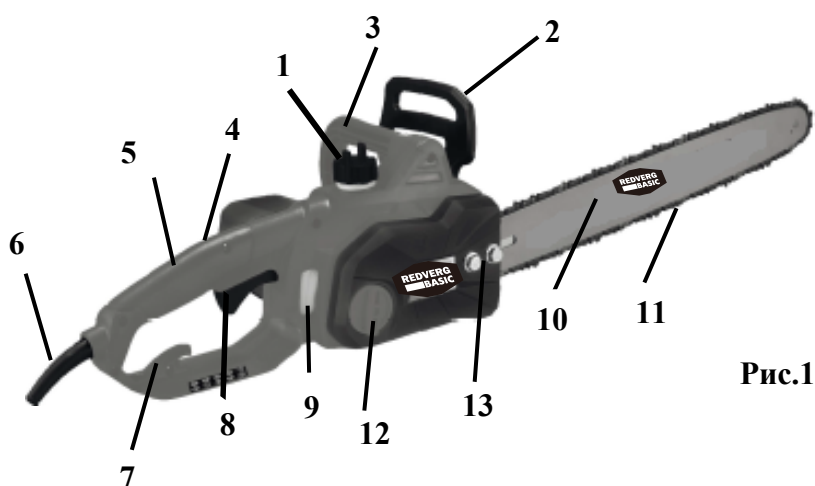

Рис.1.
- **Защитный щиток (2)** Рис.1 защищает руку оператора при проведении распиловочных работ.
- **Кнопка блокировки пуска (4)** (Рис.1) предотвращает случайное включение двигателя. Она расположена на боковой поверхности задней рукоятки.
- **Клавиша пуска (8)** (Рис.1) не может быть нажата, если не нажата кнопка блокировки пуска (4) Рис.1).
- **Задняя ручка (5)** (См. Рис.1). Задняя ручка имеет снизу расширенный защитный экран, который защищает руки от травм в случае разрыва цепи, а также от царапин ветками и сучьями во время работы.
- **Пильная цепь, снижающая риск отскока (11)** (См. Рис.1). Пила снабжена высококачественной цепью, снижающей риск отскока и его интенсивность, благодаря специально разработанным контурным звеньям.
- Отверните болты крепления крышки (13) Рис.1;
- Повернуть ручку регулировки натяжения цепи (12) Рис.1 и 4 по часовой стрелке, тем самым производя натяжку цепи до требуемой величины.
- Открутите крышку наливной горловины бака (1) (См. Рис.1).
- Залейте необходимый объем масла в бак, контролируя его уровень по мерному окну (9) См. Рис.1) Объем масляного бака 120 мл.